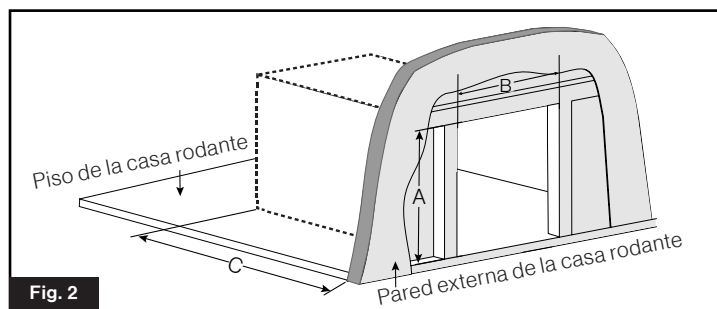

Fig. 2
- Haga un corte con las dimensiones A y B de la Fig. 2.
2. La abertura puede tener que ser ajustada para cumplir con los requisitos de instalación de la Fig. 2 de la página 42. Consulte el embalaje del conjunto de puerta para obtener instrucciones de instalación adicionales, requisitos y opciones para cambiar el tamaño de la abertura. (Fig. 8)
1. Localice el punto de entrada para la cañería para dar servicio a la parte trasera del aparato. Asegúrese de que el punto de entrada no esté en el espacio para el aparato. (Fig. 2)
2. Localice el punto de entrada para el cableado para dar servicio a la parte trasera del aparato. Asegúrese de que el punto de entrada no esté en el espacio para el aparato (Fig. 2) Asegúrese de que los bordes estén protegidos para evitar la abrasión del alambre.
1. Localice el punto de entrada para la cañería para dar servicio a la parte trasera del aparato. Asegúrese de que el punto de entrada no esté en el espacio para el aparato (Fig. 2)